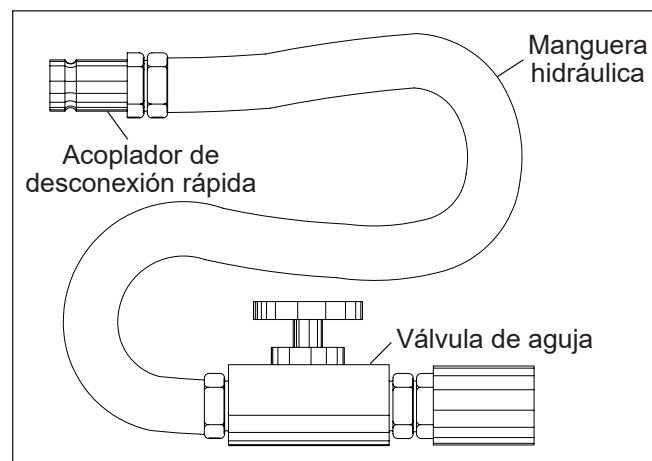

Figura 4.3 — Kit de calentamiento de aceite
2. Coloque un acoplador de desconexión rápida en cada extremo de la manguera. Puede encontrar un kit de calentamiento de aceite (consulte la Figura 4.3), que contiene todas las partes necesarias para este ensamble, en el título Herramientas y suministros de servicio del Apéndice del Manual de mantenimiento.